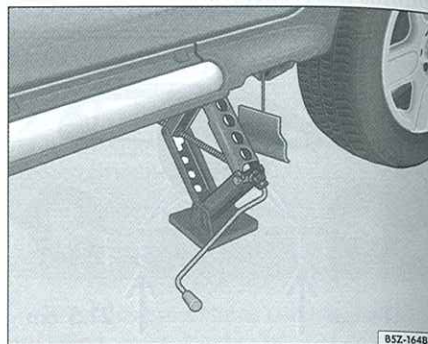

Fig. 141 Gato colocado en la parte trasera, lado izquierdo
5. Alinee el gato y súbalo con la manivela, al mismo tiempo, hasta que esté en el punto de apoyo por debajo del vehículo ⇒ fig. 141 con la base apoyada en el suelo en una posición vertical en relación al apoyo superior del gato ⇒ .
- La garra del gato deberá involucrar el perfil vertical del largero para que, al levantar el vehículo, el gato no se escape ⇒ fig. 141. .